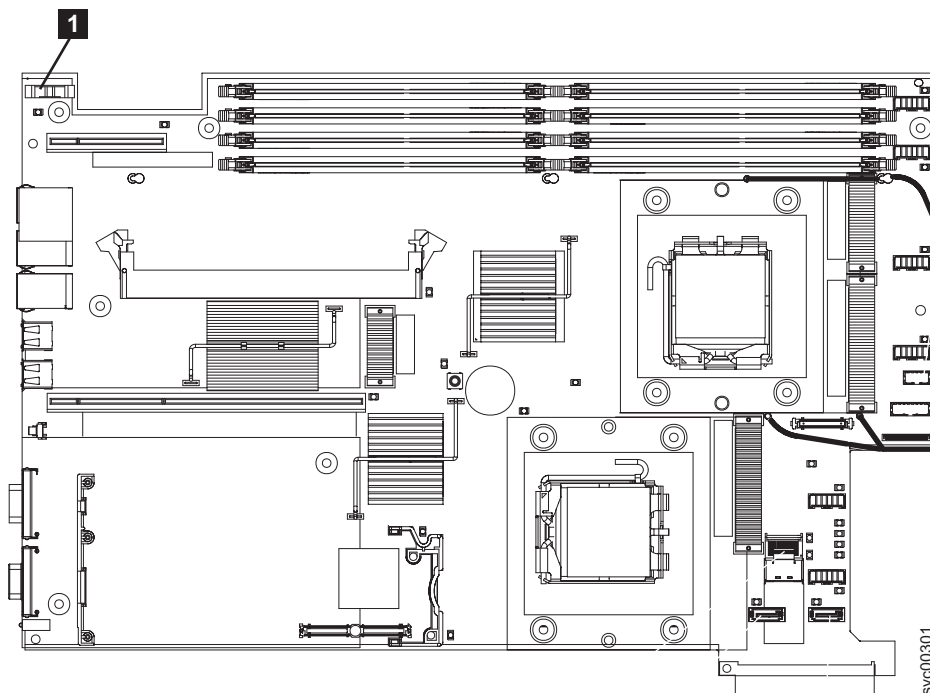

図 137. SAN ポリウム・コントローラー 2145-8G4 CMOS バッテリー・ホルダーの位置
4. バッテリー **1** をシステム・ボード上で見つけます。178 ページの図 137 には、このバッテリーのロケーションを記載してあります。